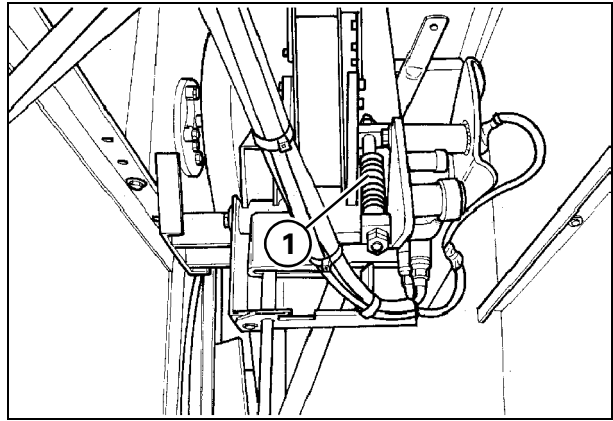

Рис. 18
14.)РЕМЕННОЙ ПРИВОД ДЛЯ СОЛОМОРЕЗКИ - Рис. 18